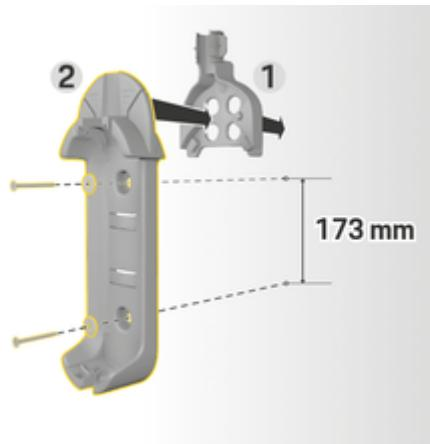

図.4 ドリル寸法
3. ウォールマウントベース2(図.4)を前からケーブルガイド1(図.4)に押し込みます。